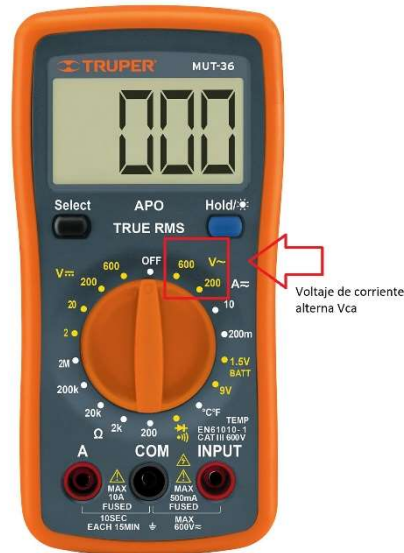

Fig.1 Colocación de perilla de voltaje de corriente alterna.
- 2.-Encender el multímetro (019) y colocar la perilla en Voltaje de corriente alterna Vca ajustando a 200 Volts Fig.1